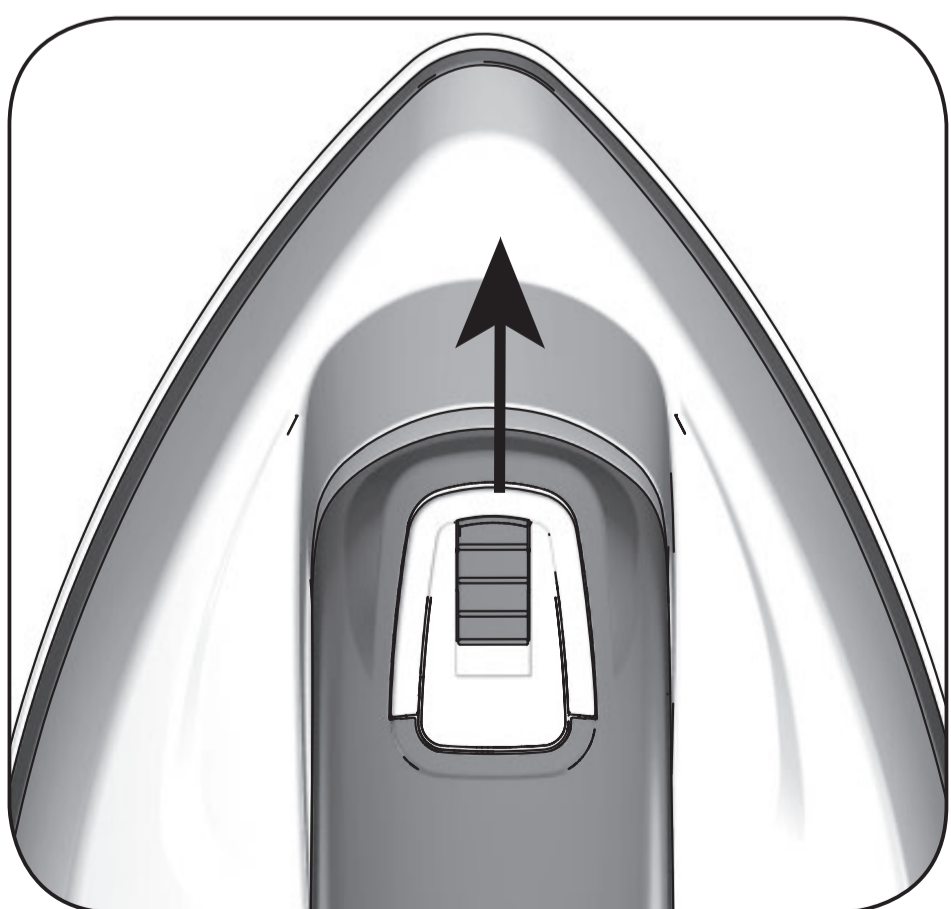

Fig. 10
2. Appuyer et maintenir appuyé le bouton de la vapeur (F) plusieurs fois jusqu'à ce que la vapeur sorte. La vapeur ne sort pas immédiatement lorsqu'on appuie sur le bouton vapeur car l'eau doit passer du réservoir au générateur de vapeur.
4. Disposer le tissu sur une table à repasser. Passer l'appareil sur le vêtement. Appuyer et maintenir appuyé le bouton de la vapeur (F).
5. Pour obtenir un jet de vapeur continu et constant, appuyer sur le bouton vapeur. Déplacer vers le haut le curseur de blocage pour la vapeur continue (Fig. 10).